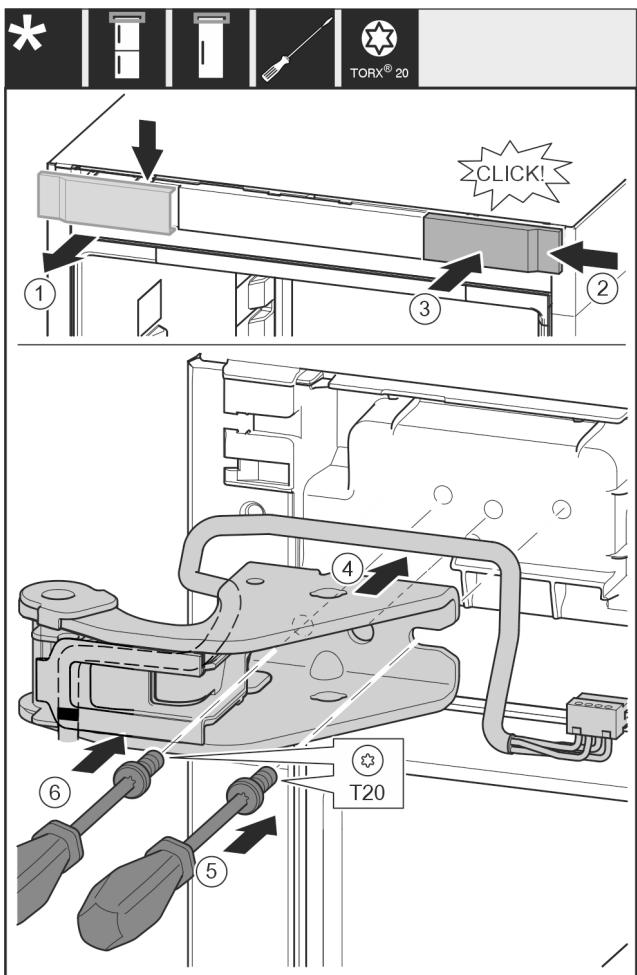

Fig. 32
- Свалете капака от горе напред. Fig. 32 (1)
- Закачете капака, завъртън на 180°, от другата страна отдясно. Fig. 32 (2)
- Фиксирайте капака. Fig. 32 (3)
- Поставете горната лагерна стойка. Fig. 32 (4)
- С отвертка T20 поставете винта и го затегнете. Fig. 32 (5)
- С отвертка T20 вкарайте винта и го затегнете. Fig. 32 (6)